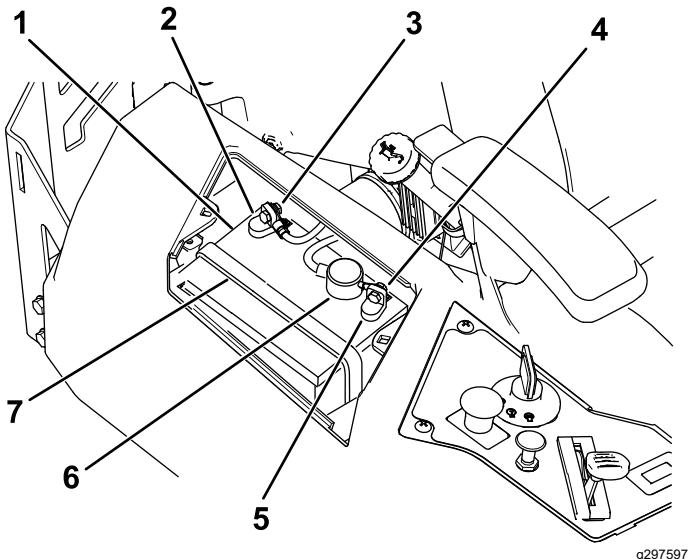

Figure 43
- 4. Débranchez le câble négatif (noir) de mise à la masse de la borne de la batterie (Figure 43).
- 6. Débranchez le câble positif (rouge) de la borne de la batterie (Figure 43).
- 7. Déposez la barrette de maintien de la batterie (Figure 43) et soulevez la batterie de son support.
1. Placez la batterie dans son support (Figure 43).
5. Fixez la batterie en place à l'aide de la barrette de maintien (Figure 43).